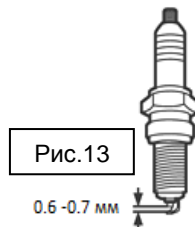

Рис.13
6. Проверьте расстояние между контактами (правильная величина 0,6-0,7 мм) и, при необходимости, скорректируйте его (рис.13). Запрещается использовать центральный электрод свечи как опору для отвертки при увеличении зазора.